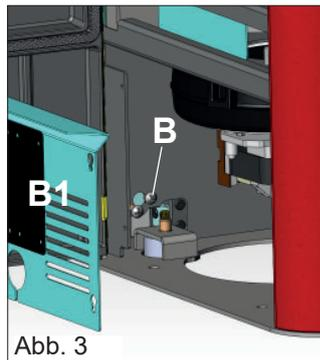

Abb. 3
- Die Klappe öffnen und das verzinkte Blech (B1 - Abb. 3) entfernen.
- Die Schraube lösen, die sich im unteren/vorderen Bereich des rechten und linken Seitenteils befindet (B - Abb. 3).